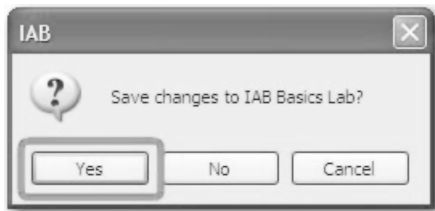

图 26-217 保存按钮
4. 系统可能会询问: 是否要保存对项目的更改。单击“是”(Yes), 如图 26-217 所示。